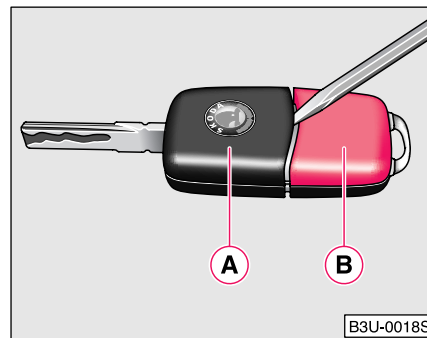

Fig. 20 Deschiderea clapetei pentru separarea cheii
Fiecare cheie cu telecomandă conține o baterie, care se introduce în partea (B) a telecomenzii ⇒ Fig. 20. Vă sfătuim să ►
- Extrageți ușor partea cu cheia  ⇒ pagina 38 Fig. 20, din partea de telecomandă , cu ajutorul unei șurubelnițe foarte subțiri.